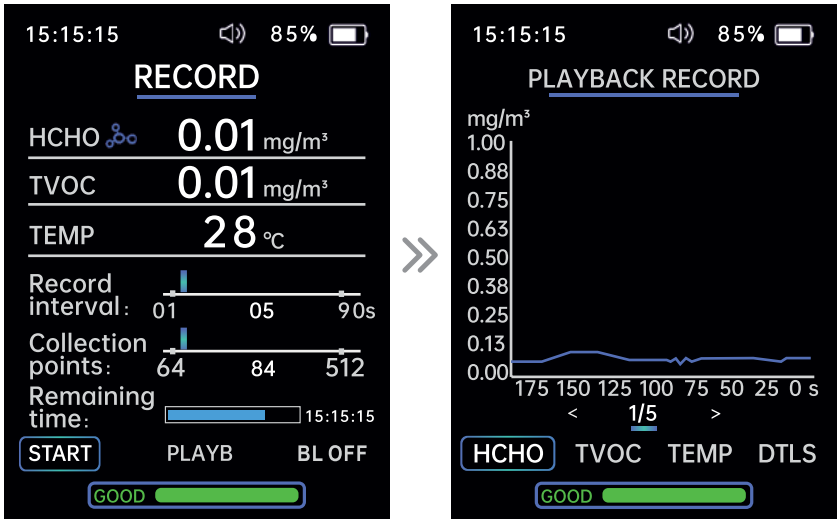

Abbildung 4
Drücken Sie die Links- (4) und Rechts-Tasten (8), um Start, Wiedergabe, Hintergrundbeleuchtung, Aufzeichnungsintervall, Datenerfassungspunkte und verbleibende Zeit auszuwählen (Abb. 4). Um die Aufzeichnung zu starten, stellen Sie das Aufzeichnungsintervall und die Erfassungspunkte mit den Links- (4) und Rechts-Tasten (8) ein, wählen Sie dann "START" und drücken Sie die ETR-Taste (3). Wenn Sie während der Aufzeichnung die Wiedergabefunktion auswählen oder zum Menü zurückkehren, wird der Vorgang angehalten.